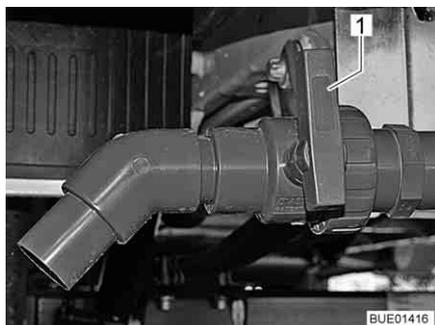

Bild 244 Ablasshahn
- Griff (Bild 244,1) des Ablasshahns in Fließrichtung drehen.